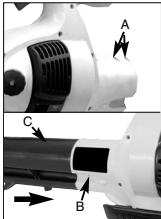

Fig. 1A
1. Desserrez LES vis (A) et retirez la vis (B). Placez le tuyau à vent (C) dans le boîtier de la soufflante et remettez la vis (B) en place. Resserrez les vis (A) fermement (fig. 1A).